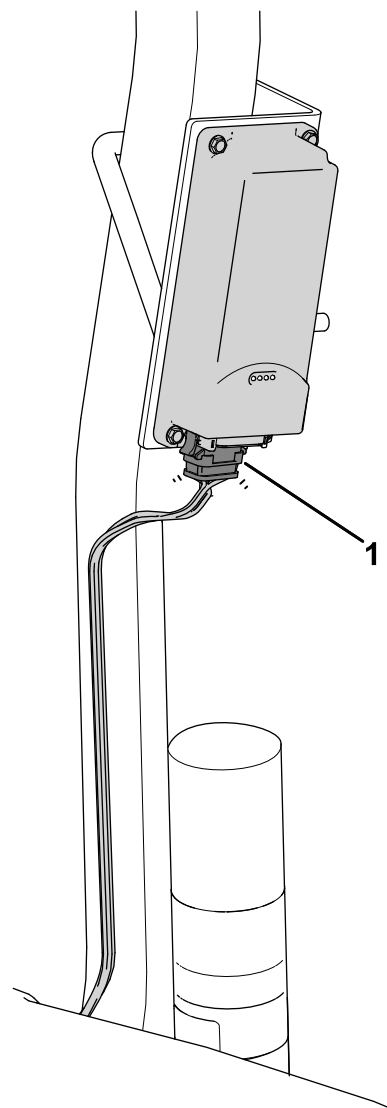

图 8
3. 将远程信息处理线束上标有 P02 的接头安装至远程信息处理装置图 8。